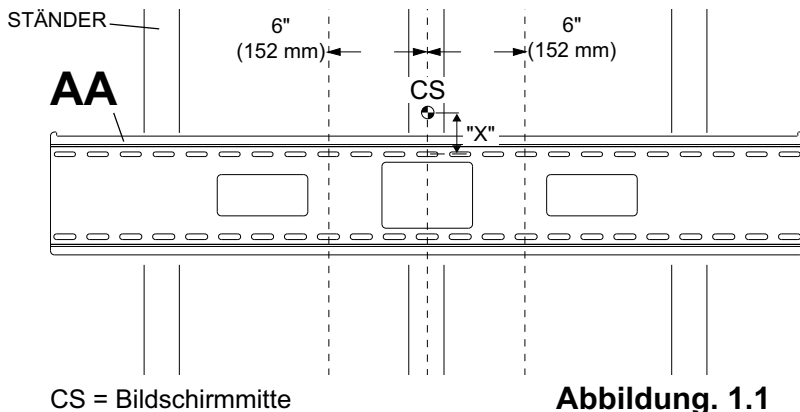

Abbildung. 1.1
- 1** Die Wandplatte (**AA**) kann an drei Ständern montiert werden, die 41 cm (16 Zoll) auseinander liegen. Bestimmen Sie die Kanten der Ständer mithilfe eines Balkenfinders. Am besten eignet sich ein Balkenfinder mit genauer Kantenanzeige. Verwenden Sie die Kanten als Richtlinie und ziehen Sie eine senkrechte Linie entlang der Mitte der Ständer. Halten Sie die Wandplatte als Schablone an die Wand. Die oberen Montageslitze sollten sich wie in Abbildung 1.1 oder Tabelle 1 dargestellt Abstand "X" unten der gewünschten Bildschirmmitte befinden. Richten Sie die Platte waagrecht aus und markieren Sie den Mittelpunkt der sechs Montagebohrungen. Achten Sie darauf, dass die Montagebohrungen sich jeweils auf der Mittellinie der Holzständer befinden. Bohren Sie sechs Löcher mit einem Durchmesser von 4 mm (5/32 Zoll) und einer Tiefe von 64 mm (2,5 Zoll). Achten Sie darauf, dass die Wandplatte waagrecht ist und befestigen Sie sie wie in Abbildung 1.4 gezeigt mit sechs Nr. 14 x 63,5 mm Holzschrauben (**CC**).
**HINWEIS:** Die Wandplatte kann wie in Abbildung 1.1 dargestellt bis zu 152 mm (6 Zoll) außermittig angebracht werden.
- 1** Achten Sie darauf, dass die Wandplatte (AA) waagrecht ausgerichtet ist und verwenden Sie sie als Schablone zur Markierung von sechs Montagebohrungen. Die oberen Montageschlitze sollten sich wie in Abbildung 1.1 dargestellt 19 mm (.75 Zoll) unten der gewünschten Bildschirmmitte befinden. Bohren Sie sechs Löcher mit einem Durchmesser von 8 mm (5/16 Zoll) und einer Mindestdiefe von 64 mm (2,5 Zoll). Setzen Sie die Dübel (DD) in die Löcher ein, bis sie bündig mit der Wand abschließen (siehe Abbildung rechts). Halten Sie die Wandplatte über die Dübel und befestigen Sie sie mit Nr. 14 x 63,5 mm Schrauben (CC). Richten Sie sie waagrecht aus und ziehen Sie dann sämtliche Befestigungsteile an.